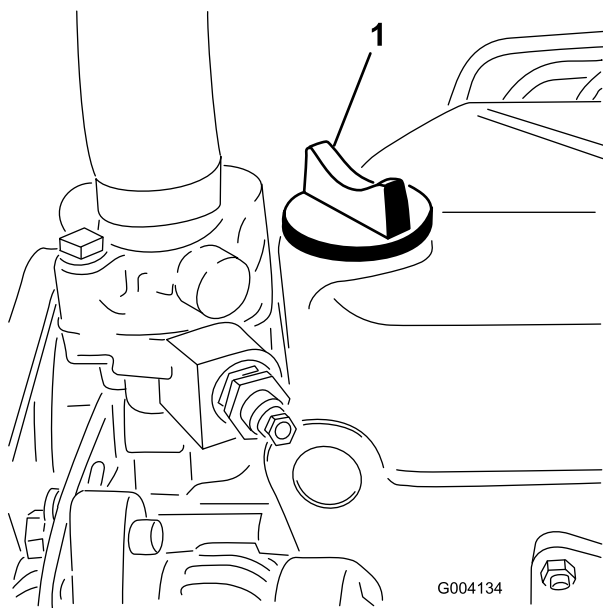

図 17
5. オイルの量が不足している場合は、補給キャップ (図 17) を取り、Full 位置までオイルを補給する。